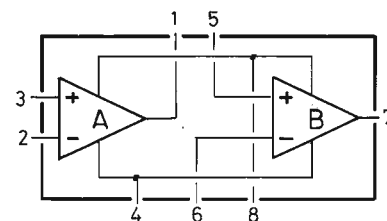

Figura 2 - Rappresentazione schematica delle due unità che costituiscono il circuito integrato di ingresso IC1, per l'amplificazione di segnali a basso livello.
La Figura 2 rappresenta la struttura interna del circuito integrato IC1: come si vede esso consiste nelle due unità A e B, ciascuna delle quali comporta un ingresso invertente ed un ingresso non invertente (rispettivamente 2 e 3 per la sezione A), un'uscita (1, sempre per la sezione A), nonché due terminali, di cui uno per l'alimentazione positiva (8) ed uno per l'alimentazione negativa (4). Questi terminali di alimentazione sono ovviamente i medesimi per entrambe le sezioni A e B.